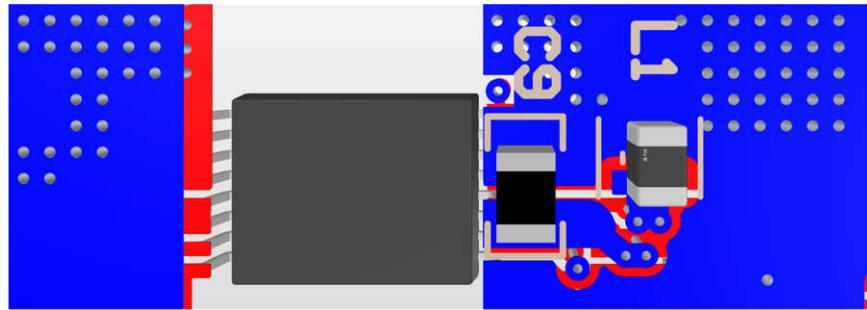

図 8-10. 底面、昇降圧、VEE LC の配置と配線
- a. $2.2\mu F$ の高周波バイパスコンデンサ (C9) は、 VEE および COM ピンのできるだけ近くに配置します。3MHz から 4MHz までの自己共振周波数は、 $3.3\mu H$ のインダクタ (L1) を選択した昇降圧コンバータのスイッチング周波数ノイズに対して低インピーダンスのデカップリングを実現するために最も理想的です。 VEE 昇降圧コンバータのコンデンサと内部ローサイド MOSFET との間のスイッチングループを低減するために、コンデンサを PCB のさまざまな側に配置し、ビアを使用して接続することも可能です。さらに、コンデンサを異なる側に配置すると、 VDD ピンと COM ピンのデカップリングコンデンサの配置が簡素化されます。図 8-10 に、C9 と L1 を PCB の底面に配置する例を示します。